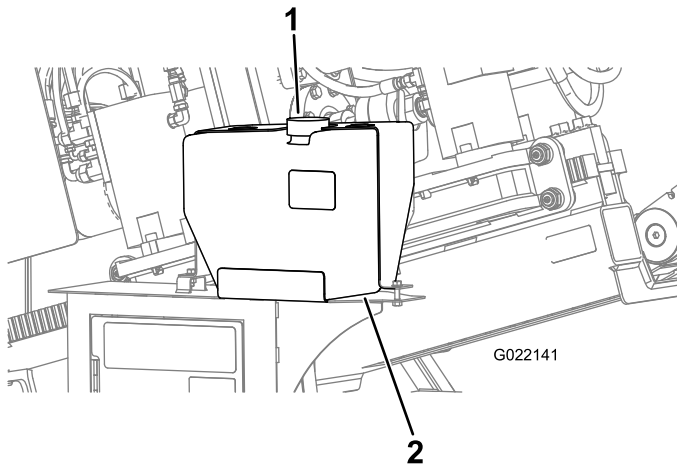

**Figure 153**
- D. Enlevez le bouchon du réservoir d'antigel pour la pompe à fluide de forage (Figure 153).
E. Vérifiez que le réservoir est rempli d'antigel (Figure 153).
C. Ajoutez la quantité nécessaire d'antigel dans le réservoir (Figure 153).
5. Remettez le bouchon sur le réservoir d'antigel (Figure 153).